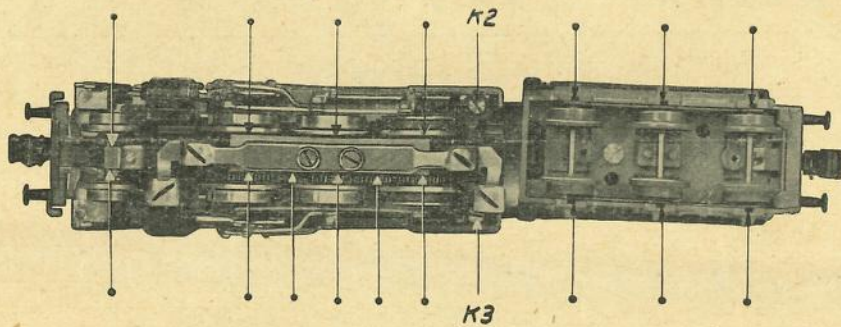
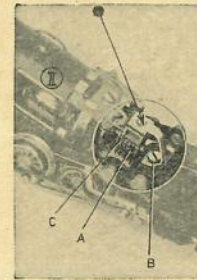

Abb. 2
Abb. 6
Das hintere Räderpaar ist mit Plastikreifen versehen um die Zugkraft der Maschine zu erhöhen. Die Auswechslung dieser Plastikreifen geschieht wie folgt: Man schraubt vorsichtig die Sechskantschrauben aus den Rädern (s. Abb. 2 und 3), schwenkt die Treib- und Schubstangen beiseite und kann einen neuen Plastikreifen (Ersatz-Nr. 30/65/5) auflegen. Wenn ein Plastikreifen gewechselt werden muß, dann auf beiden Seiten Auswechslung vornehmen.
Das Abnehmen des Gehäuses geschieht wie folgt: Schraube K 1 im Dampfdom herausdrehen (siehe Abb. 3). Die zwei Schrauben K 2 und K 3 unter dem Führerhaus (s. Abb. 2) ebenfalls herausdrehen, Gehäuse kann dann abgenommen werden.
Die Lok ist von der Fabrik aus geölt worden. Dies muß jedoch nach längerer Laufzeit wiederholt werden. Zu verwenden ist nur unser TRIX-Öl Nr. 30/46. Geölt werden die auf Abb. 2, 5 u. 6 gezeigten Stellen, die durch Punktpeile markiert sind. Abb. 6 zeigt die Schmiereinrichtung (C), die mittels Schraube (B) befestigt einen mit Öl getränkten Filz auf die Schnecke (A) drückt. Dieser Filzhalter muß mit etwas Vorspannung aufliegen. Wenn die Vorspannung richtig eingestellt ist, d. h. wenn der Druck, mit dem der Filz auf die Schnecke wirkt, richtig ist, dann wird der Öl von der Schnecke bei Rechts- oder Linkslauf bis auf etwa 1 mm hin- und herbewegt. Der Filzhalter hat oben eine Öffnung (Abb. 6 Punktpeil), die als Schmieröffnung vorgesehen ist.